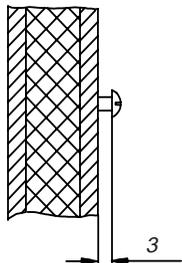

Fig. 3.2
2. Vissez une vis à bois dans l'orifice central du haut. C'est par cette vis que l'appareil de commande sera suspendu. A cette fin, laissez la vis en saillie d'env. 3 mm (Fig. 3.2).